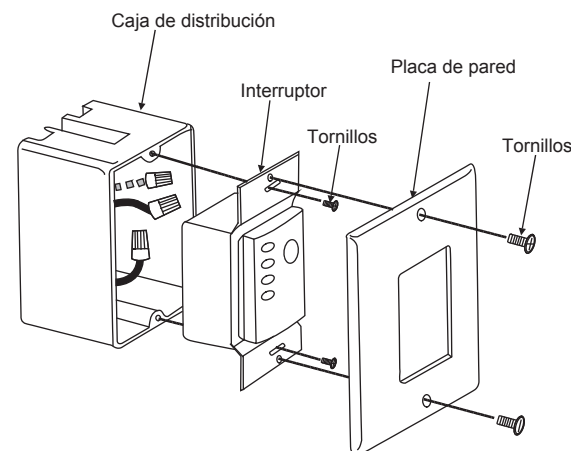

Fig. 23
Paso 2. Instale la placa de pared en la caja de distribución eléctrica existente utilizando los tornillos proporcionados. (Fig. 23)